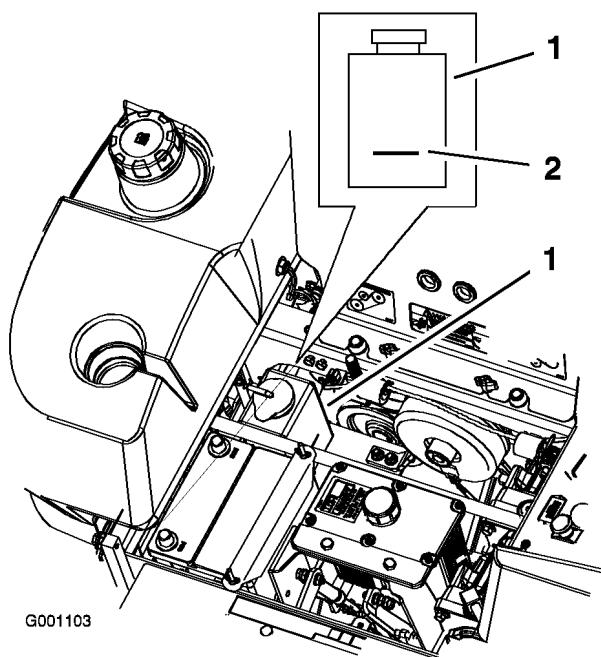

Figure 52
- Lorsque le moteur est froid, vérifiez le niveau de liquide dans le vase d'expansion. Le liquide doit atteindre la bosse à l'extérieur du vase d'expansion (Figure 52).
- Si le niveau de liquide est insuffisant, versez un mélange 50/50 d'antigel longue durée/Dex-Cool® et d'eau dans le vase d'expansion (Figure 52).
- Versez une quantité suffisante de mélange 50/50 dans le vase d'expansion pour atteindre le trait de repère (Figure 52).